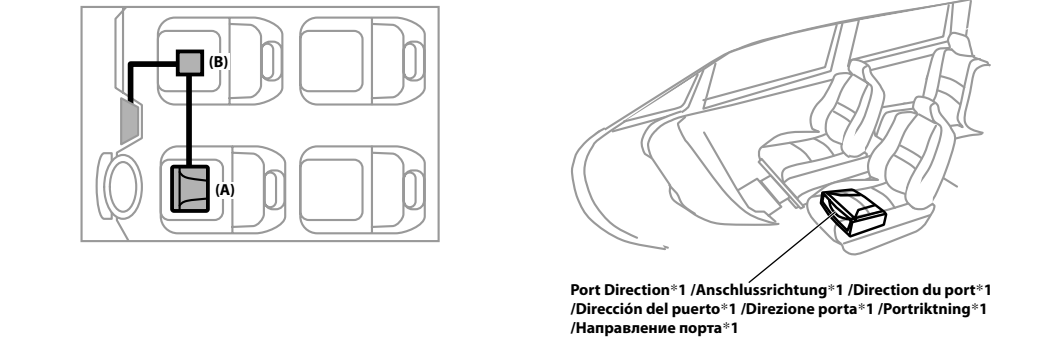
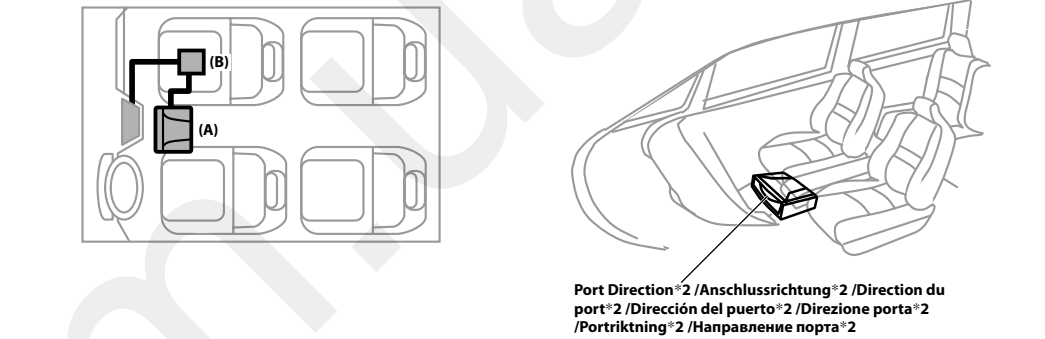

Fig. 1 / Abb. 1 / Schéma 1 / Fig. 1 / Fig. 1 / Bild 1 / Pnc. 1
Fig. 2 / Abb. 2 / Schéma 2 / Fig. 2 / Bild 2 / Pnc. 2
- Determine where to install the subwoofer, and check that there is sufficient cable length. (Refer to "Fig 1" / "Fig 2")
- Bestäm dig för var du ska montera subwoofern och kontrollera att kablarna är tillräckligt långa. (Se "Bild 1" / "Bild 2")
- Определите место для установки сабвуфера и убедитесь в достаточной длине кабеля. (См. рис. 1/2)